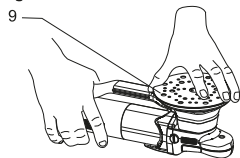

Fig. 2
3. ruotare leggermente il platorello (9) fino al corretto posizionamento (fig. 2);